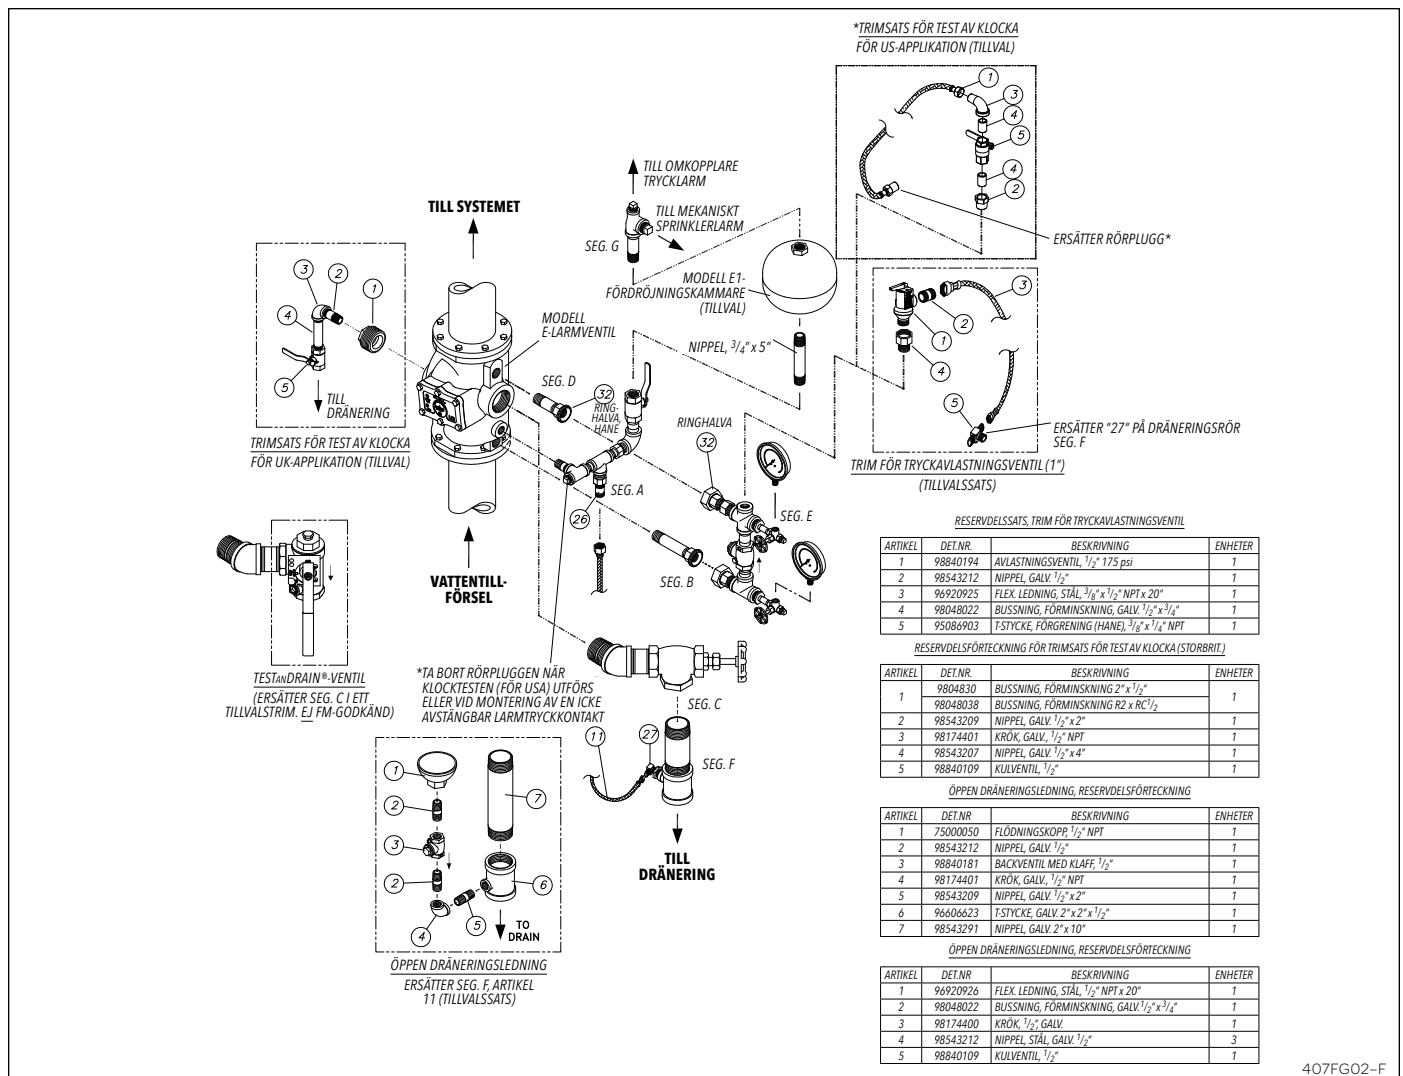

Fig. 2 – Modell E2, öppet dräneringstrim med variabelt tryck, larmventil med flänsat inlopp och utlopp
E3-trimsatserna för Reliables modell E-larmventil (fig. 2) är utformade för snabb, lätt och kompakt infästning och fungerar som anslutningspunkter för Reliable-larm och andra enheter. Trimmet fungerar även som ett sätt att testa funktionen hos larmenheterna utan att utlösa larmet.
Valfri dräneringsledningssats behövs (fig. 2 och 3 och 5)
En trimsats för tryckavlastning krävs för våtrörssystem med rutnät. Trimsatser för tryckavlastning är tillval i modell E-3 trimsatser för variabla tryck och visas i fig. 2.
### • Vertikal installation med variabelt tryck (fig. 2)
- **Vertikal installation med konstant tryck (fig. 2, 3 och 7)**